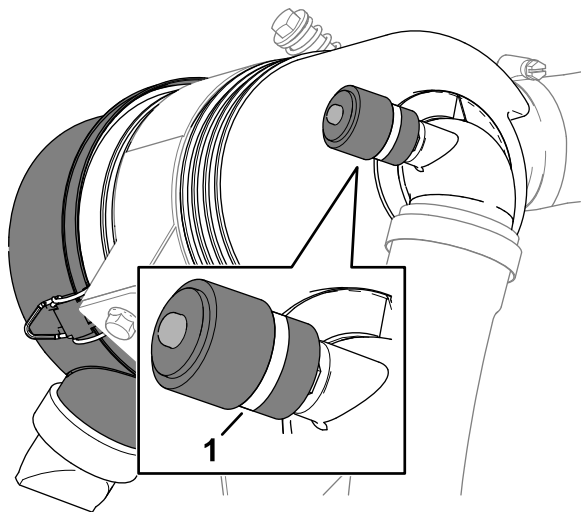

Figura 108
3. Verificați indicatorul de service de la capătul carcasei filtrului de aer (Figura 108).